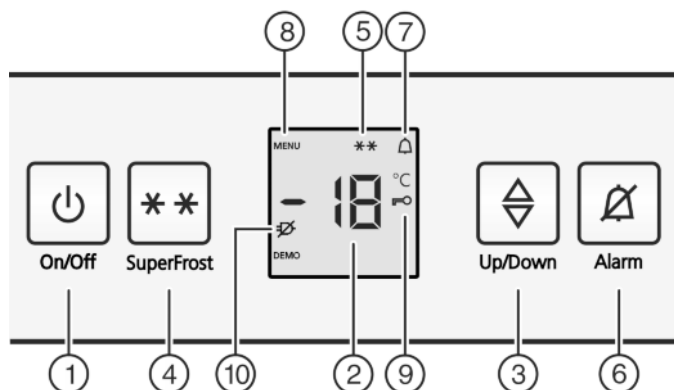

Fig. 2
- ▶ Нажать кнопку On/Off Fig. 2 (1).
- ▶ Активация режима настройки: Нажмите кнопку SuperFrost Fig. 2 (4) и удерживайте ее прим. 5 секунд.
- ▷ На индикаторе будет отображаться символ «Меню» Fig. 2 (8).
- ▶ Для подтверждения нажать и отпустить кнопку «SuperFrost» Fig. 2 (4).
- ▷ На индикаторе горит символ «Защита от детей» Fig. 2 (9).
- ▶ нажмите и отпустите кнопку "On/Off" Fig. 2 (1).
- ▷ Символ «Защита от детей» Fig. 2 (9) гаснет.
- ▶ Нажмите кнопку Alarm Fig. 2 (6).
Одновременно мигает индикация температуры и символ тревоги *Fig. 2 (7)*.
Звуковой сигнал выключается автоматически, символ аварийного сигнала *Fig. 2 (7)* выключается и индикатор температуры перестает мигать, если температура снова становится достаточно низкой.
- Нажмите кнопку Alarm *Fig. 2 (6)*.